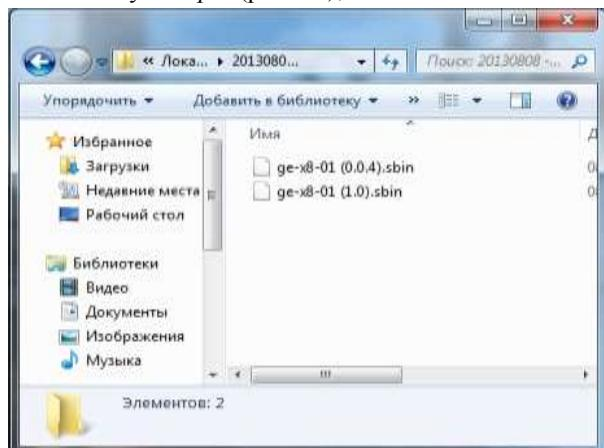

Рис.37. Выбор файла прошивки
- ✓ для выбора файла прошивки нажмите кнопку и в открывшемся окне *Открыть* выберите папку, имя файла и нажмите кнопку *Открыть* (рис. 37). В окне *Загрузка программного обеспечения* нажмите кнопку *Старт* (рис. 36);
- ✓ в открывшемся окне *Запись программного обеспечения* укажите наименование загружаемого файла прошивки с расширением *.sbin (рис. 37);